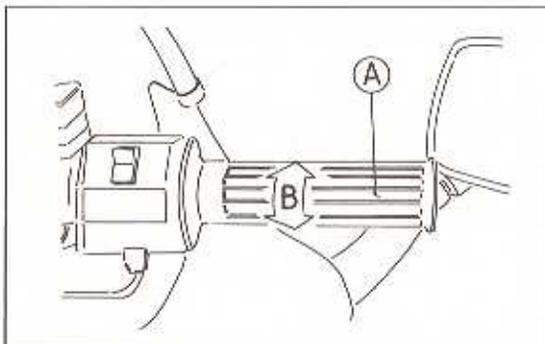

Bild 7
Dazu die Kontermutter (A) lösen und den Einsteller (B) so verdrehen, bis das richtige Spiel vorhanden ist (Bild 7).